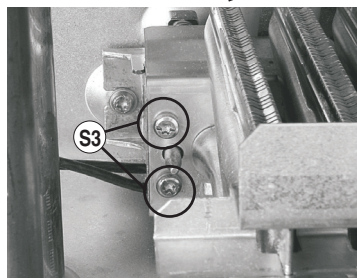

Рис. 25
- Открутите с каждой стороны горелки 2 защитных винта (S3) – см.рис. 25.